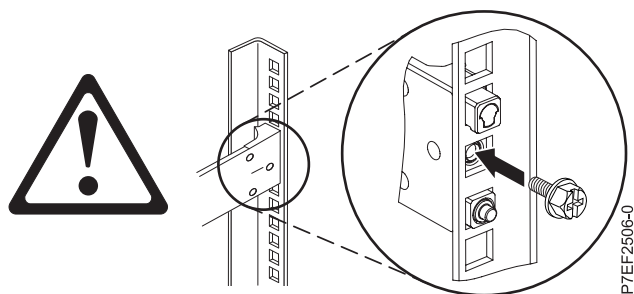

Figure 21. Réinstallation de la vis
4. Réinstallez la vis qui a été retirée à l'étape 2, à la page 23, comme illustré dans la figure 21, à la page 25.